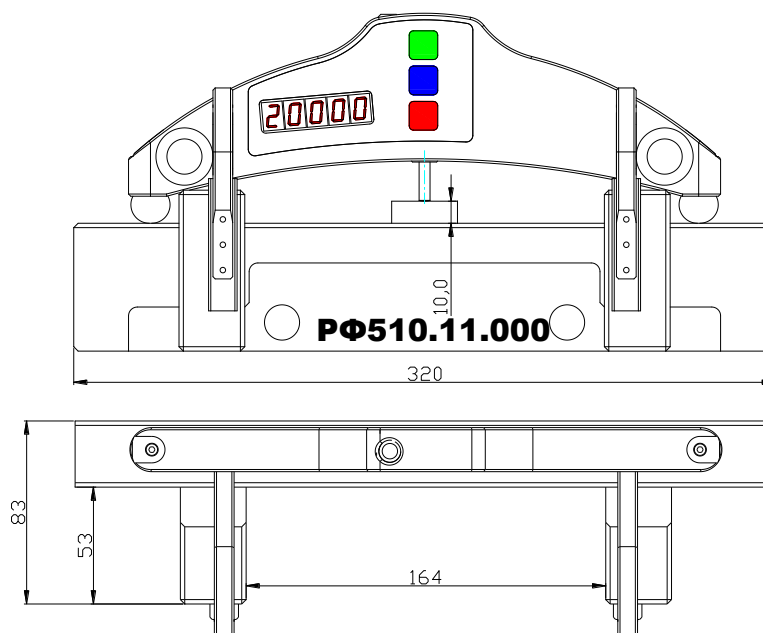

Рисунок 4
- плита поверочная с отклонением от плоскостности не более ± 0.5 мкм на длине 250 мм (либо плоский шаблон РФ510.11.000 рис.4.);